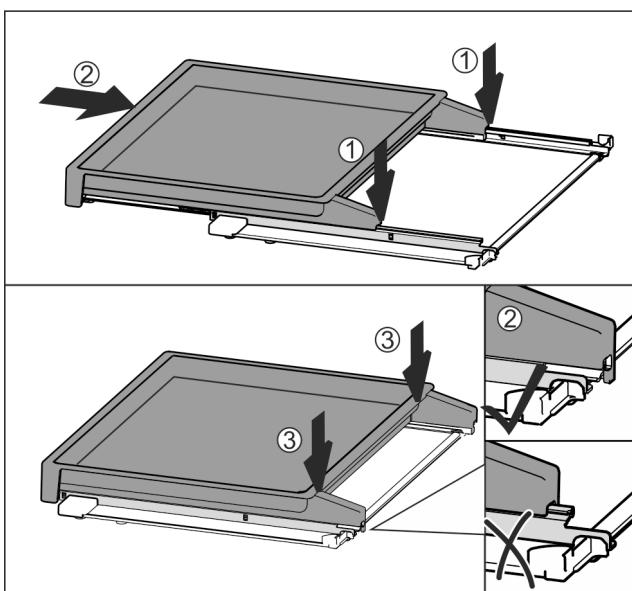

Fig. 134
- Поставете в средата върху релсите Fig. 134 (1).
- Вкарайте изцяло изтеглящата се дъска Fig. 134 (2).
- Натиснете от задната страна, докато се фиксира с щракване Fig. 134 (3).